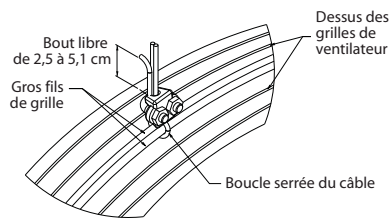

Figure 4 — Détail du serre-câble
1. Passer un côté du câble autour des fils de fer de gros diamètre à la fois des grilles avant et arrière, comme sur la Figure 4.